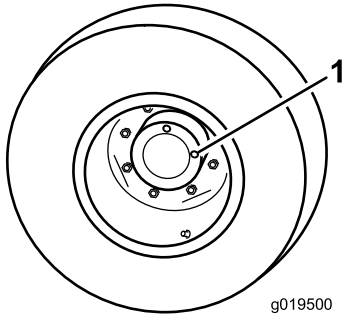

Bild 60
1. Wenn die Maschine auf einer ebenen Fläche steht, positionieren Sie das Rad so, dass eine Prüfschraube auf 12 Uhr und die andere auf 3 Uhr steht (Bild 60).
1. Prüf-, Ablassschraube (2)
2. Entfernen Sie die Schraube, die auf 3 Uhr steht (Bild 60).